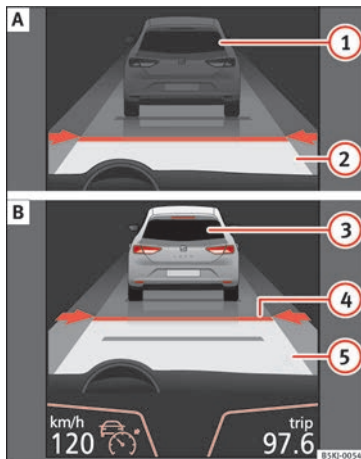
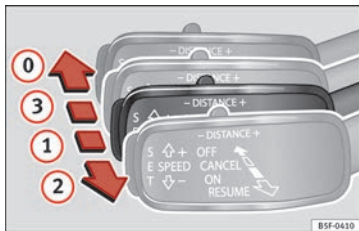

Fig. 194 Sur l'écran du combiné d'instruments : (A) ACC inactif (Standby). (B) ACC actif.
Fig. 196 À gauche de la colonne de direction : troisième levier pour utiliser le régulateur de vitesse adaptatif.
Indication d'état sur l'écran » fig. 194 :
s'allume sur le combiné d'instruments (🟢) ; la vitesse programmée et l'état de l'ACC s'affichent à l'écran » **fig. 194**.
position **2** » **fig. 196** ou appuyez sur la touche **SET**.
Si besoin, la vitesse programmée peut être modifiée lorsque le véhicule est à l'arrêt ou lors de la conduite. Toute modification de la vitesse programmée est indiquée dans la partie inférieure gauche de l'écran du tableau de bord » **fig. 194**.
- Pour activer l'ACC, appuyez sur la touche **SET** ou placez le troisième levier de l'ACC en position **2** » **fig. 196**. L'image de l'ACC sur l'écran du tableau de bord passe alors du mode *Inactif* (Standby) au mode *Actif* » **fig. 194**.
Pour désactiver l'ACC, placez le levier en position **0** » **fig. 196** (le faire emboîter). Le texte **ACC désactivé** s'affiche alors et la fonction est entièrement désactivée.
Si vous ne souhaitez pas désactiver l'ACC, mais passer temporairement en mode inactif (Standby), placez le troisième levier en position **3** » **fig. 196** ou appuyez sur la pédale de frein.